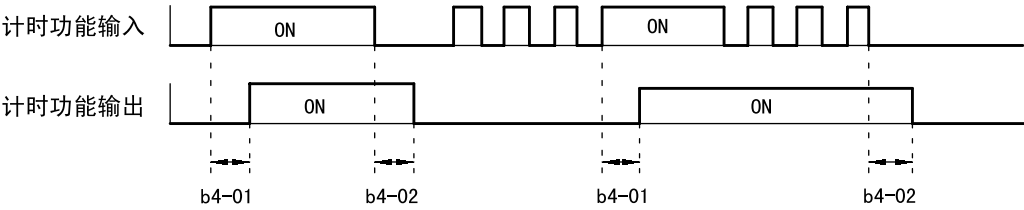

图 7.22 计时功能的动作举例
- 计时功能输入为 OFF 的时间长于 b4-02（计时功能的 OFF 延迟时间）的设定值时，计时功能输出为 OFF。图 7.22 所示计时功能的动作举例。